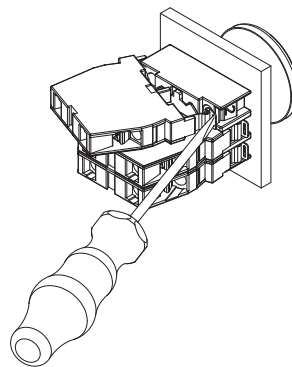

Abb. 6
1. Demontage der EF-Kontaktelemente erfolgt mit Hilfe eines Schlitzschraubendrehers der Größe 2 (siehe Abb. 6).